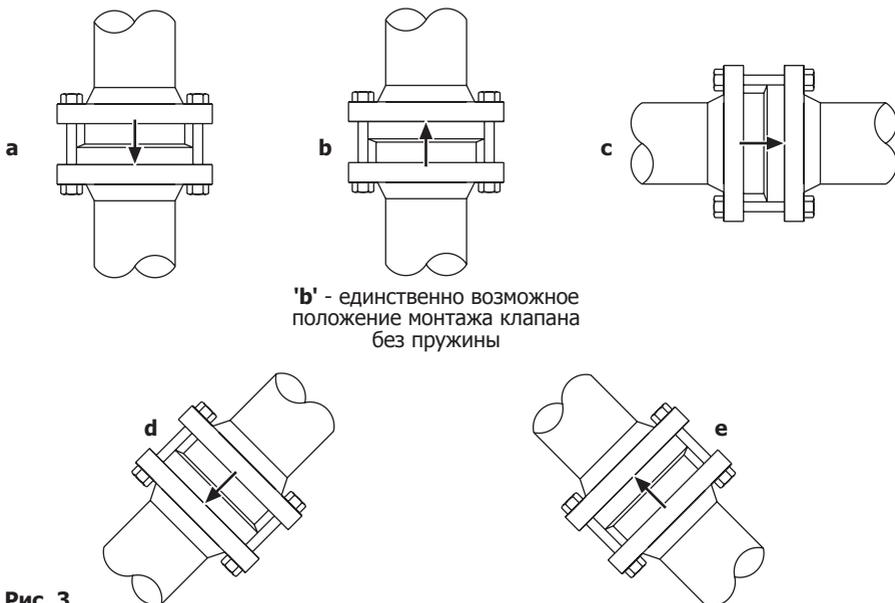

Рис. 3
3.5 Дисковые обратные клапаны просто зажимаются между двумя фланцами (рис. 3). Должны использоваться две стандартные прокладки, длинные болты или шпильки.